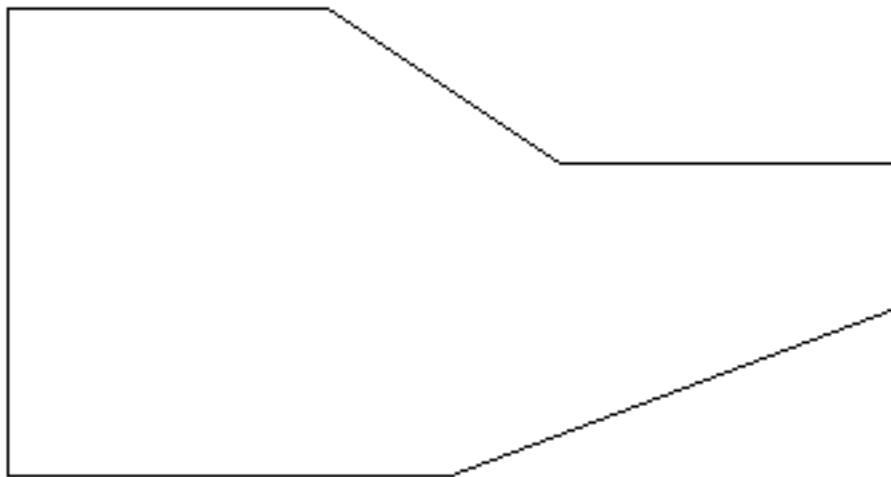

Рис. 5.4. Исходное простое изображение
2. Создайте или откройте простое изображение для простановки размеров (пример приведен на рис. 5.4).